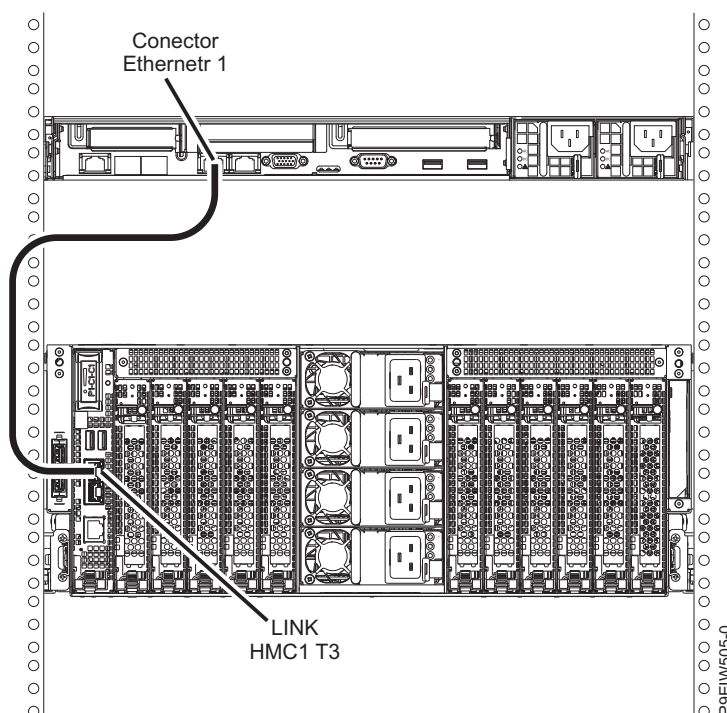

Figura 26. Conectando diretamente o HMC ao sistema gerenciado
1. Se você desejar conectar diretamente seu HMC ao sistema gerenciado, conecte o **Conector Ethernet 1** no HMC à porta **HMC1 (T3)** no sistema gerenciado, como mostrado na Figura 26